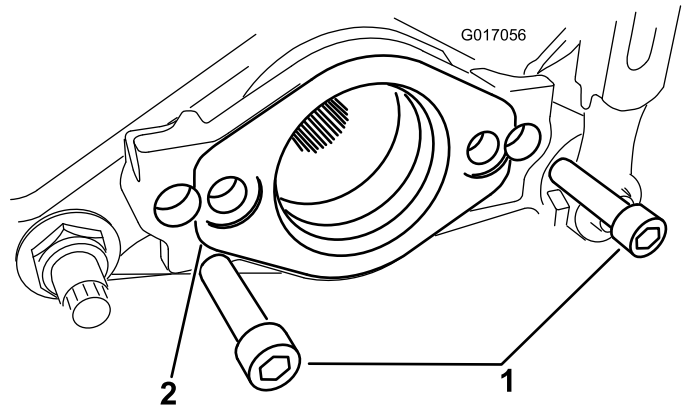

Figura 3
7. Remova os 2 parafusos de cabeça Allen que prendem a montagem do motor à extremidade direita da unidade de corte. Remova a montagem do motor (Figura 3).